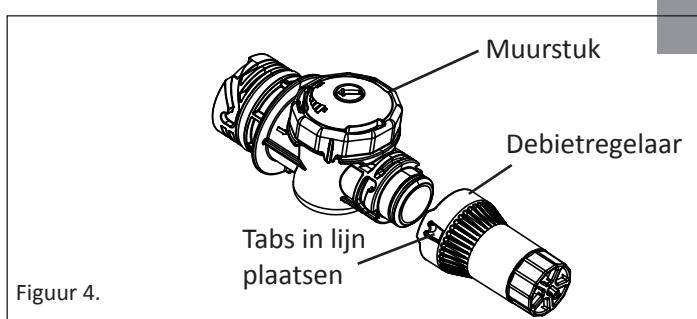

Figuur 3.
4. Schuif de adapter voor het muurstuk in de speciale 1-1/2" NPT retourleiding met schroefdraad. Draai het muurstuk met de hand op zijn plaats. Zie figuur 3.
5. Plaats het muurstuk in lijn met de pennen van de snelsluiting in de muuradapter. Duw het muurstuk in de muuradapter tot tegen de achterzijde. Draai $\frac{1}{4}$ slag in wijzerrichting om het muurstuk vast te zetten. Trek het muurstuk dan voorzichtig naar buiten zodat de pennen van de snelsluiting op de juiste plaats komen te zitten. Zie figuur 3.